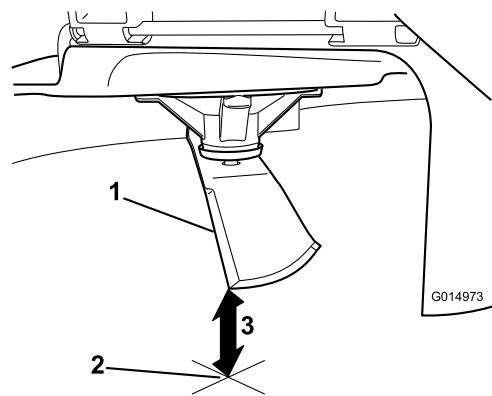

Bild 61
3. Messen Sie von der Messerspitze bis zu ebenen Fläche (Bild 61).